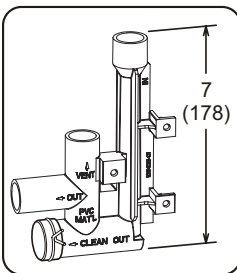

FIGURA 49
- 3 - Instale la tapa sobre la abertura de limpieza en la base de la trampa. Sujétela con una abrazadera. Ver la Figura 49.
- 4 - Instale la trampa de drenaje con los accesorios de PVC apropiados y aplique pegamento a todas las uniones. Aplique pegamento a la trampa de drenaje como se muestra en la Figura 49. Dirija la línea de condensado a un drenaje abierto.